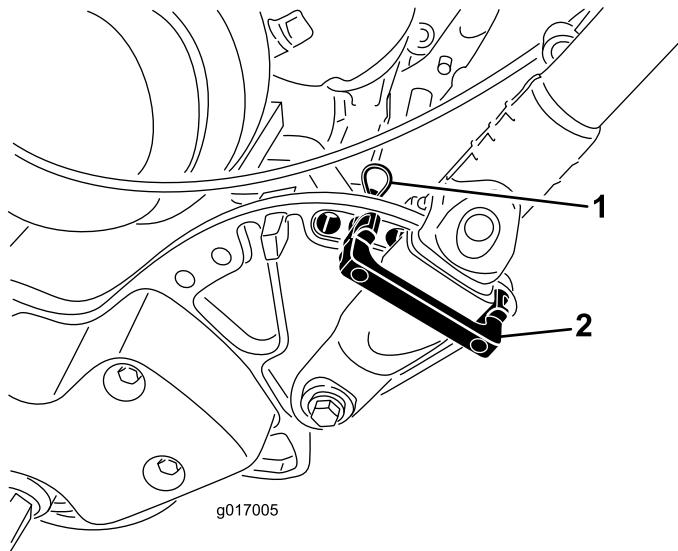

Figura 24
- Retire os contrapinos de gancho dos fixadores do manípulo em cada lado do cortador (Figura 24).
- Enquanto segurar no manípulo, retire os contrapinos de gancho de cada lado e rode o manípulo até o colocar na posição desejada para a sua utilização (Figura 24).